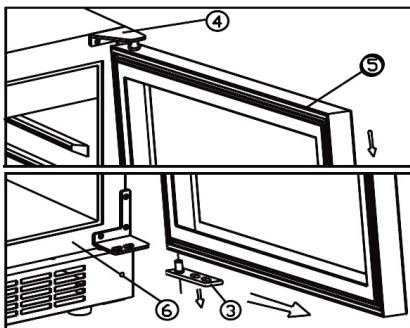

fig. 8.2
- Monter av døren ved å trekke den fram og fri av topphengslet. Se fig. 8.2